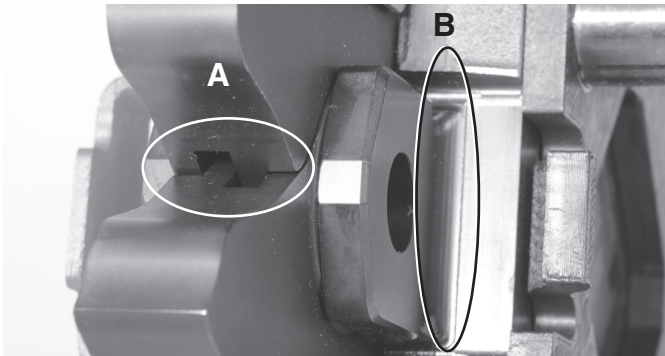

Figure 2B – Zones à examiner pour signes de déformation des bras (A) ou de la platine de montage (B)
- La déformation de la platine de montage ou de la zone d'articulation des bras (Figure 2B),